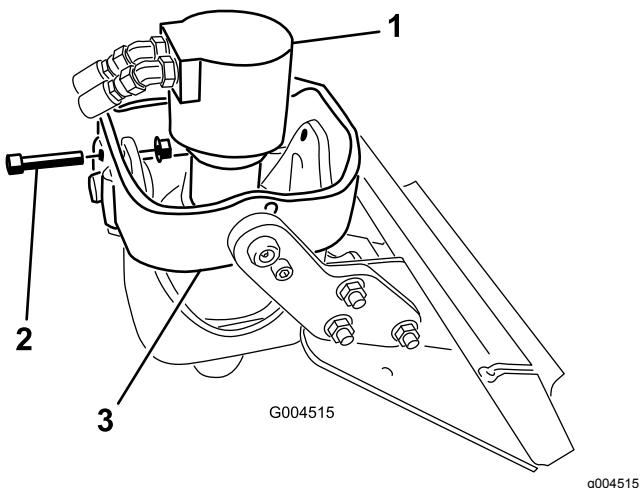

Figura 4
2. Se state installando una trivella sulla testata motrice modello 22806, spegnete il motore e togliete la chiave. Posizionate la testata motrice in senso verticale, fate scorrere un bullone ( $\frac{1}{2}$ " x  $2\frac{1}{2}$ ") nei fori dei bracci anteriori della base e fissatelo senza stringere con un dado flangiato ( $\frac{1}{2}$ ") come mostrato nella Figura 4.